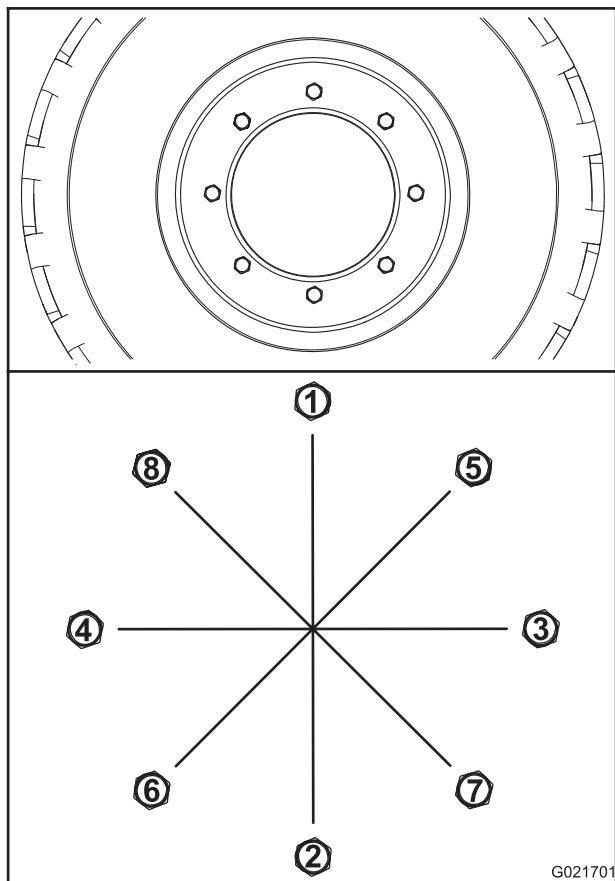

Figure 63
- A. Serrez tous les écrous de roue à 100 Nm dans l'ordre indiqué à la Figure 63.
- B. Serrez tous les écrous à 200 Nm dans l'ordre indiqué à la Figure 63.
- C. Serrez tous les écrous à 300 Nm dans l'ordre indiqué à la Figure 63.